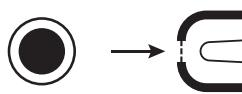

Рис. 1
3. Перекусите перемычки клеммной колодки бокорезами или подобным инструментом, отогните клеммную колодку наружу (Рис. 1).